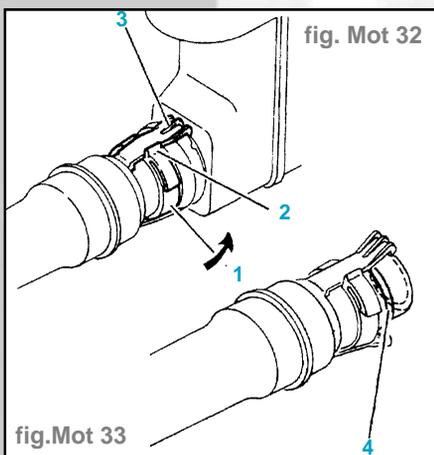

fig. Mot 33
- Positionner un joint neuf (4) au fond de l'embout mâle (fig. Mot. 33).
- Mettre le joint (4) en position en le faisant rouler d'un tour sur lui-même.